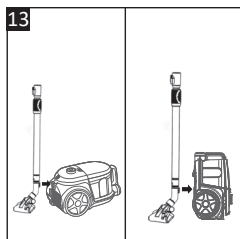

Fig. 13
- Appuyez sur le bouton de déverrouillage du tube télescopique (20) pour réduire la longueur du tube avant de le ranger.
- **Position de rangement horizontale** – Faites glisser la languette sur l'embout de la brosse pour sols (18) dans la fente de rangement située à l'arrière de l'aspirateur comme illustré (Fig. 13).
- **Position de rangement verticale** – Placez l'aspirateur à la verticale et faites glisser la languette sur l'embout de la brosse pour sols (18) dans la fente de rangement située sous l'aspirateur comme illustré (Fig. 13).